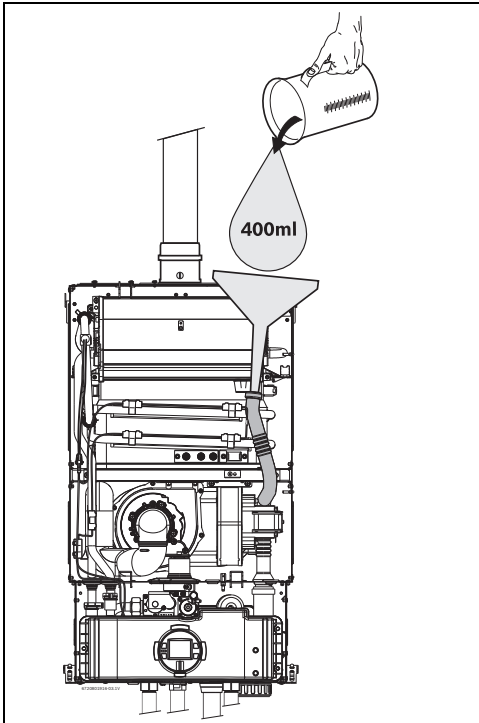

Fig. 63 Riempimento del serbatoio, con acqua
- Riempire il serbatoio di raccolta condensa con circa 400 ml di acqua direttamente dal tubo di scarico condensa. Per evitare danni all'apparecchio, inserire un imbuto nell'estremità del tubo (Fig. 63).
- Posizionare la centralina in posizione di "Manutenzione" facendo agganciare la sua parte posteriore ai fori presenti sul telaio in lamiera dell'apparecchio (vedere Fig. 63).